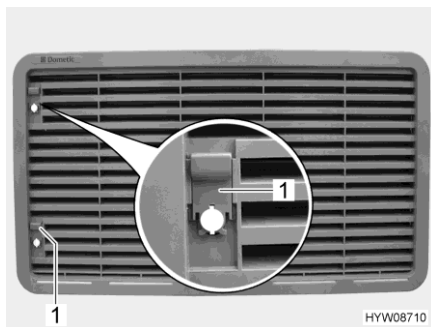

Fig. 119 Rejilla de ventilación del frigorífico
- Empujar la corredera (Fig. 119,1) hacia arriba.